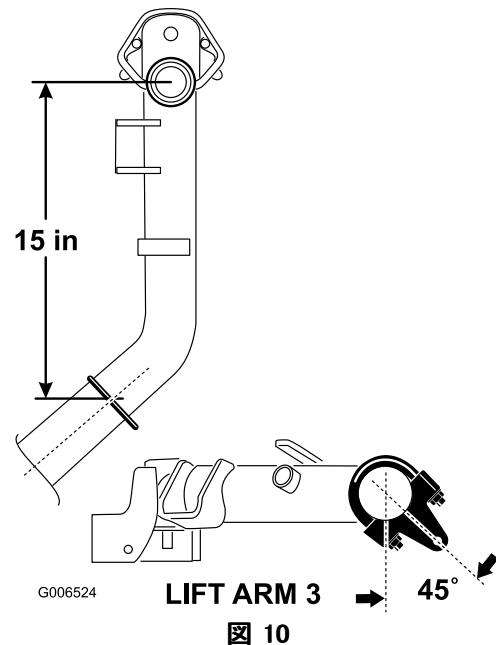

図 10
- 昇降アーム2番、3番では、ブラケットとUボルトが、ピボット・ナックルの中心線よりも38 cm 後ろになるように取り付ける(図 10)。各ブラケットが、機体の外側に対して45度回転した状態になるようにする。